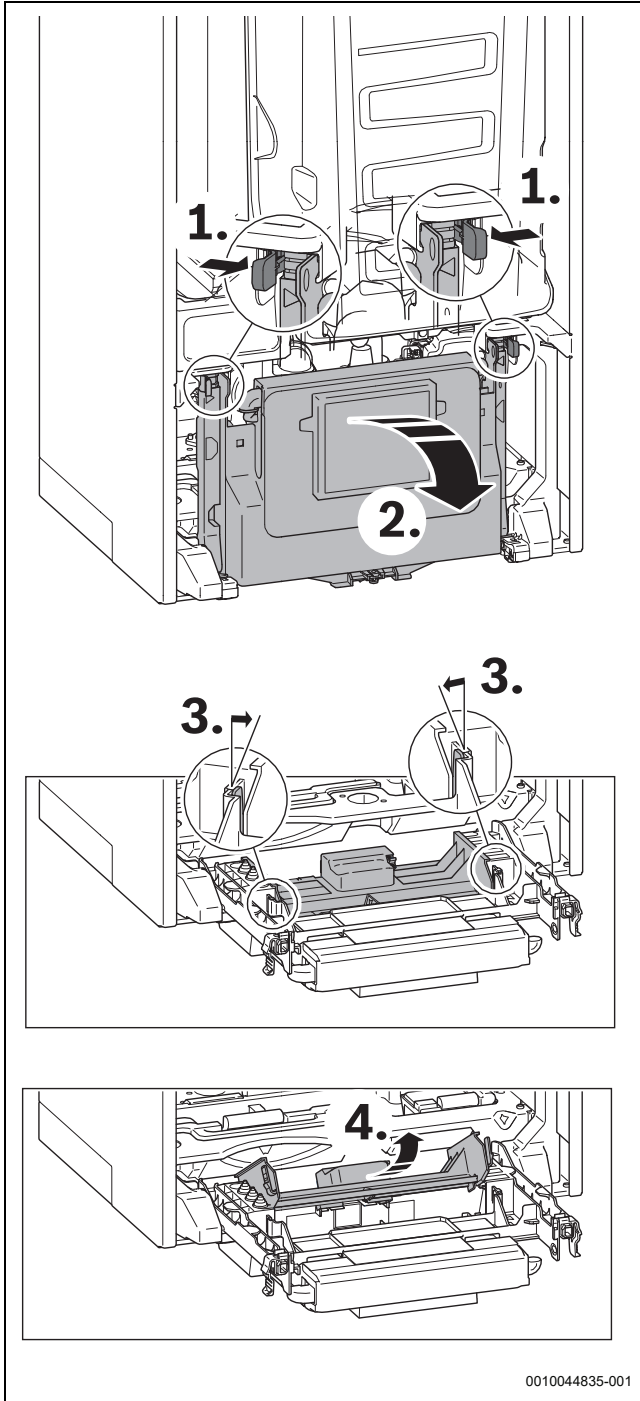

Bild 50 Steuergerät öffnen
- ▶ Steuergerät nach unten klappen (→ Bild 50).